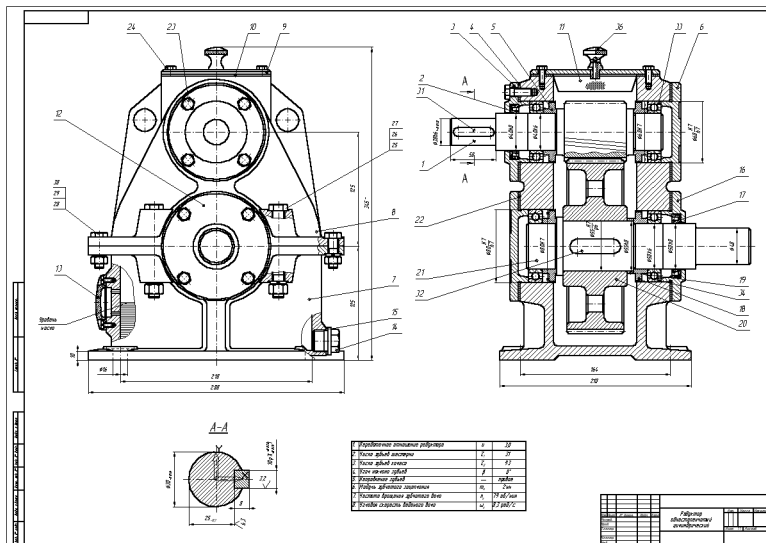

Рис. 3
- Примеры выполнения курсовых работ по дисциплине "Детали машин". На рис. 3 показан чертеж цилиндрического одноступенчатого редуктора.